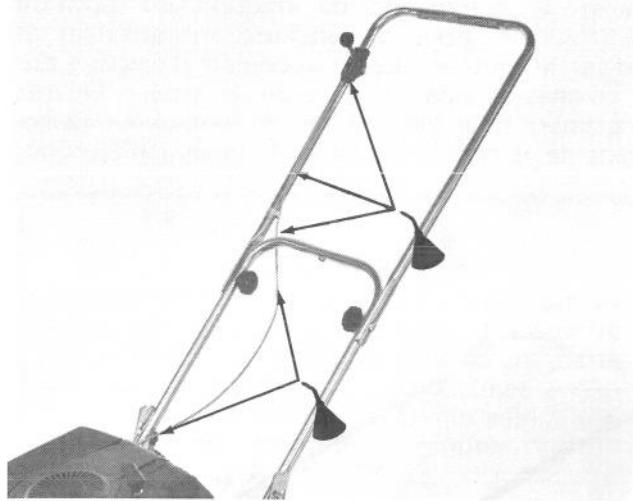

Figure 18
2. Les câbles des commandes des gaz et de traction doivent être lubrifiés après toutes les 25 heures d'utilisation ou à la fin de la saison de tonte, selon la première occurrence. Appliquez de l'huile légère sur le câble (Fig. 18), surtout là où il se plie. Injectez également de l'huile sur le câble, à l'endroit où il pénètre dans la gaine de la commande et la boîte de jonction. Actionnez les commandes pour répandre l'huile. Essuyez tout excès d'huile.